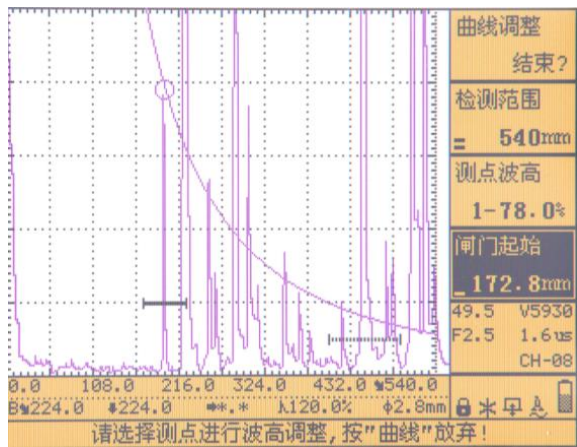

图 6.48
- 2、按【确认】键开始曲线的调整；此时，“开始”变为“结束？”，光标自动跳到“闸门起始”处，图 6.48 所示；